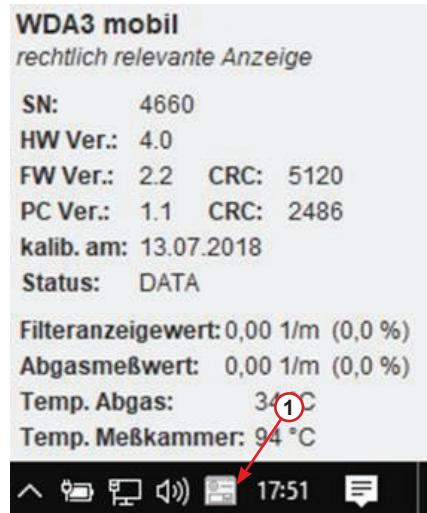

Fig. 023 Lovteknisk relevant indikering
- De viste værdier kan nu udskrives ved betjening af knappen **Drucken** og sammenlignes med indikeringen i betjeningsprogrammet og Fig. 023 Lovteknisk relevant indikering. Den "lovteknisk relevante indikering" befinder sig i nederste højre del af skærbilledet.
- Klik på symbolet i proceslinjen **1** (Fig. 023 på side 19) for at åbne indikeringen.